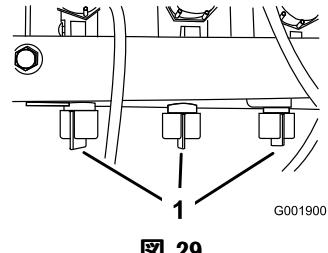

図 29
- OFF にしたブームのバルブの下についているバイパス・バルブ（図 29）を使って、上記手順9で設定した水圧と同じ水圧に調整する。